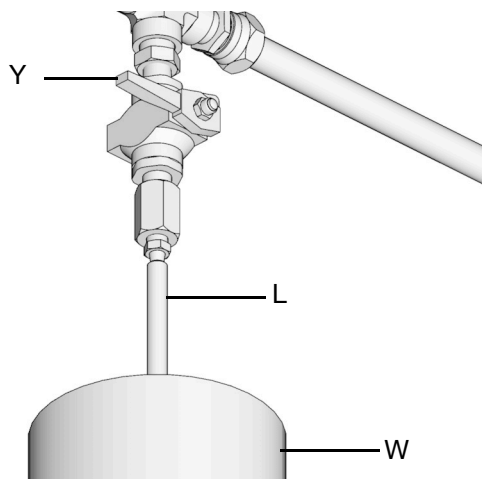

図 30
- a. 補充ポンプ (F) と自動充填遮断 (B) 間の圧力開放は、供給ホース圧力開放バルブ (Y) を開いて行って下さい (図 30)。圧力が開放されて余剰の液体がドレンチューブ (L) から流れ出し、潤滑剤オーバーフロー容器 (W) に入ります。